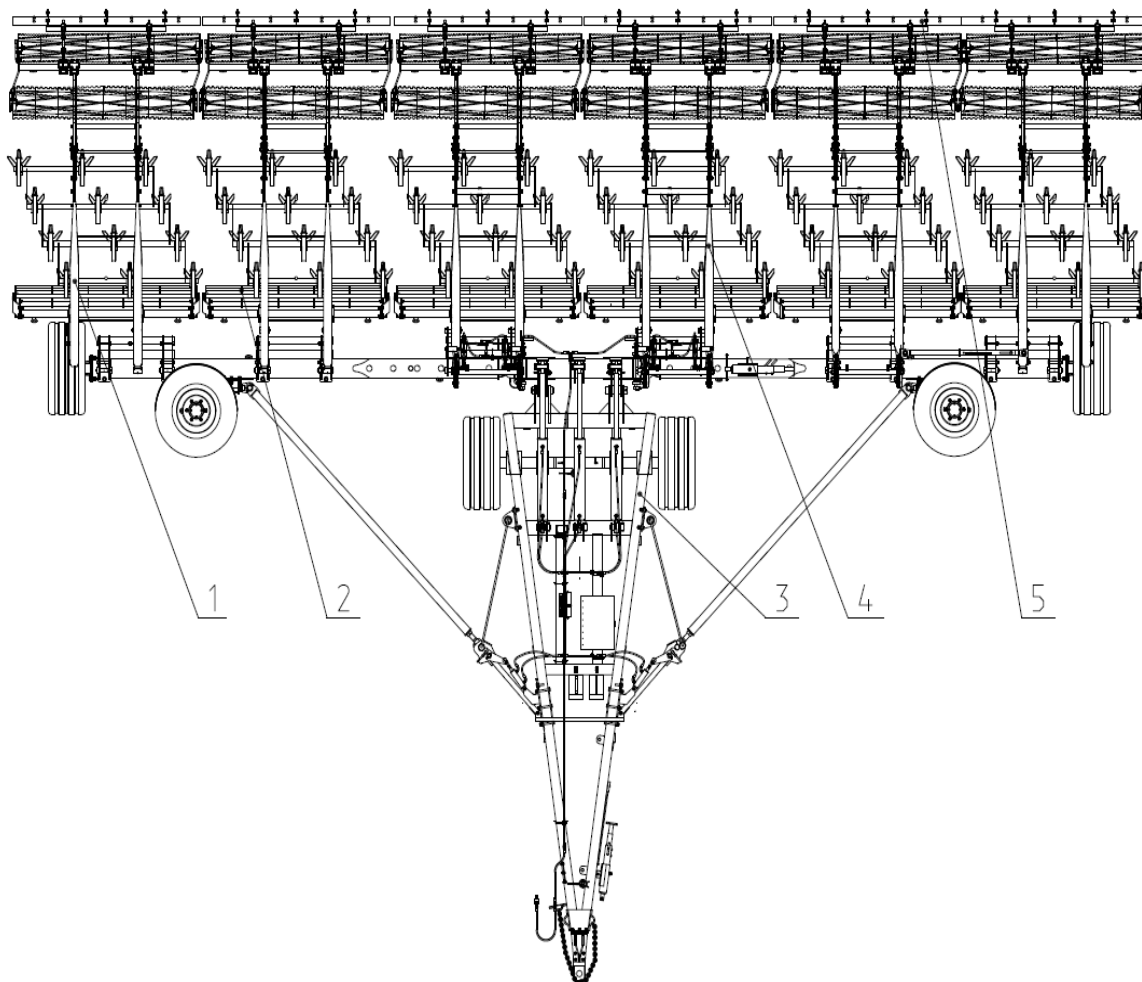

Рис.1 Культиватор КБП10-4 К1
2.1 Культиватор (рис.1, 2) состоит из носителя 3, секций в сборе 1, 2 и 3, и планчатого выравнивателя 5.